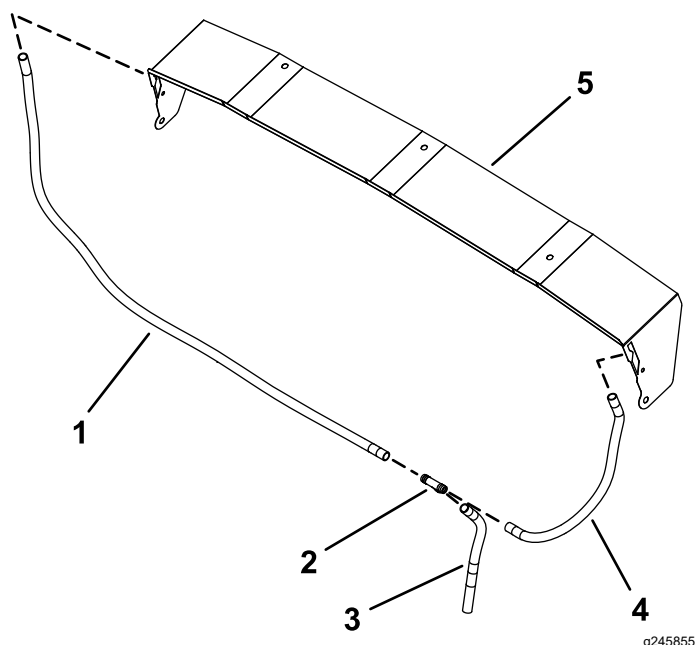

Figura 42
4. Conecte el tubo transparente de 122 cm al tubo transparente de 33 cm y al tubo transparente de 43 cm con el acoplamiento en T (Figura 42).